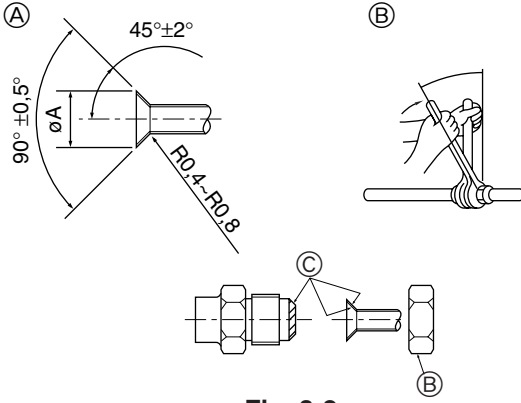

Fig. 3-2
3.2. Boruların bağlanması (Fig. 3-2)
① Geçme kesim ölçüleri